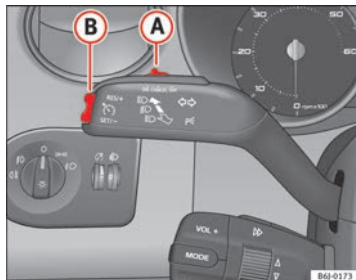

Abb. 115 Blinker- und Fernlichthebel: Schalter und Wippe für die Geschwindigkeitsregelanlage
- Drücken Sie den unteren Teil der Wippe **SET** ⇒ Abb. 115 **(B)** einmal kurz, wenn die zu speichernde Geschwindigkeit erreicht worden ist.